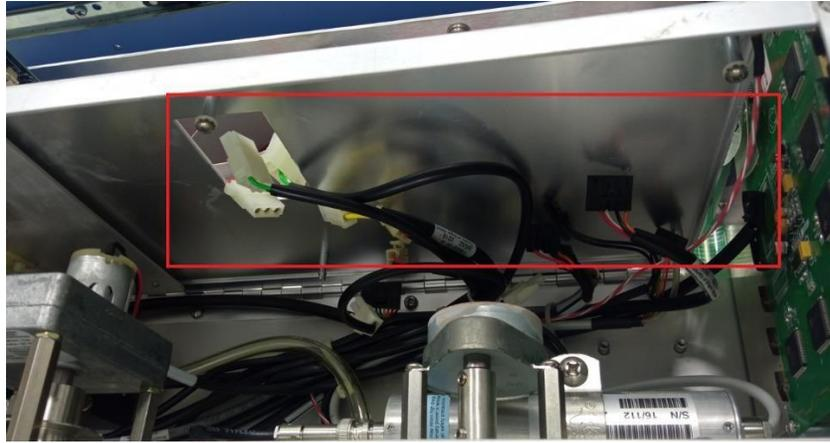

Ilustración 63. Se evidencia que el equipo no tiene instalada la tarjeta de relés.
- El equipo se encontró sin la tarjeta de potencia o tarjeta de relés. Ver ilustración 63.
- El equipo no tiene instalada la tarjeta de relés, se observa que la han retirado por alguna razón. Ver ilustración 63